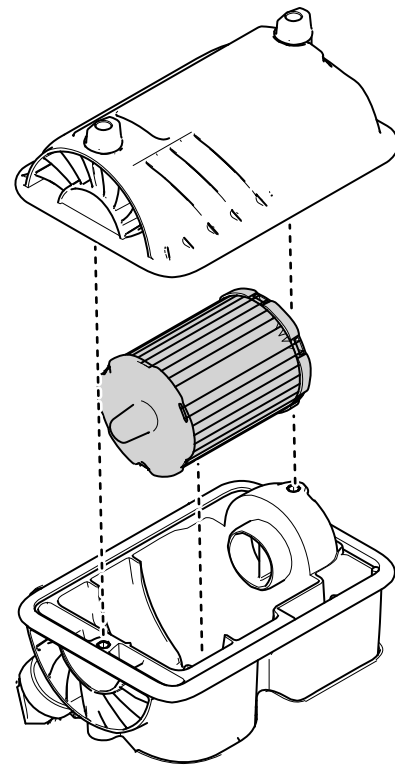

Figura 28
1. Deslize suavemente o elemento do filtro de ar para fora do corpo do filtro de ar (Figura 28).
4. Instale a cobertura do filtro de ar (Figura 28).